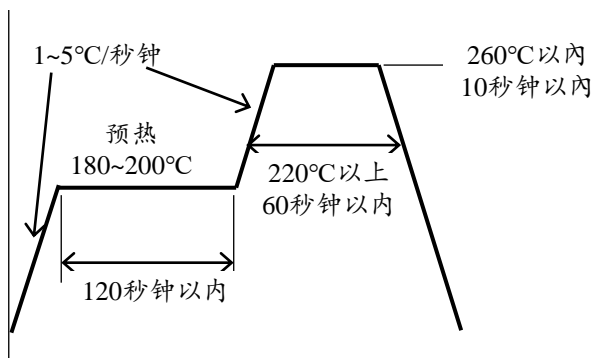

图7. 回流焊条件（日亚推荐）
- 2) 关于回流焊温度曲线，应该在参考图7基础上，根据使用的焊料进行设定。